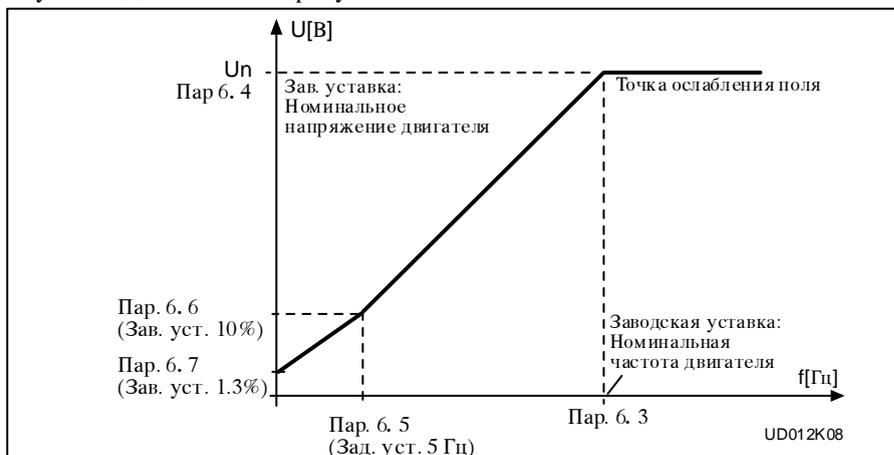

Рис. 5.4-3 Программируемое соотношение U/f.
**2** **Программируемое соотношение U/f** Соотношение U/f можно программировать тремя разными точками. Параметры точек находятся в группе б. Программируемое соотношение U/f может использоваться, если предыдущие установки не позволяют достичь нужного действия. См. рисунок 5.4-3.